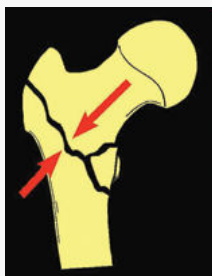
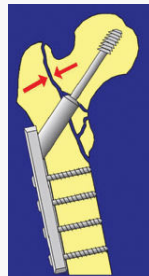

Figura 1
Figura 2
- Um dos métodos de tratamento utilizados para fracturas intertrocantericas (Figura 1), consiste na aplicação de um dispositivo de fixação, tal como ilustrado na Figura 2